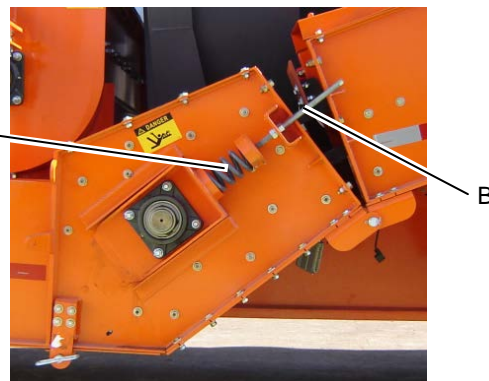

Fig. 4: Estirador de la oruga de arrastre / Tendeur du tapis
- ▣ La tensión de la oruga de arrastre se la controla por medio de un estirador, fig. 4, que queda constantemente forzando el eje dirigido hacia abajo, tensionando la oruga. Para regular la tensión se debe apretar o aflojar el soporte del resorte del estirador, det. A, a través de las tuercas de regulado del soporte del resorte, det. B.
- ▣ La tension du tapis est contrôlée par un tendeur (Fig. 4) qui exerce constamment une force vers le bas sur l'essieu d'entraînement, tendant le tapis. Pour régler la tension il suffit de serrer ou desserrer le ressort du tendeur (dét. A) au moyen des écrous de réglage du support du ressort (dét. B).